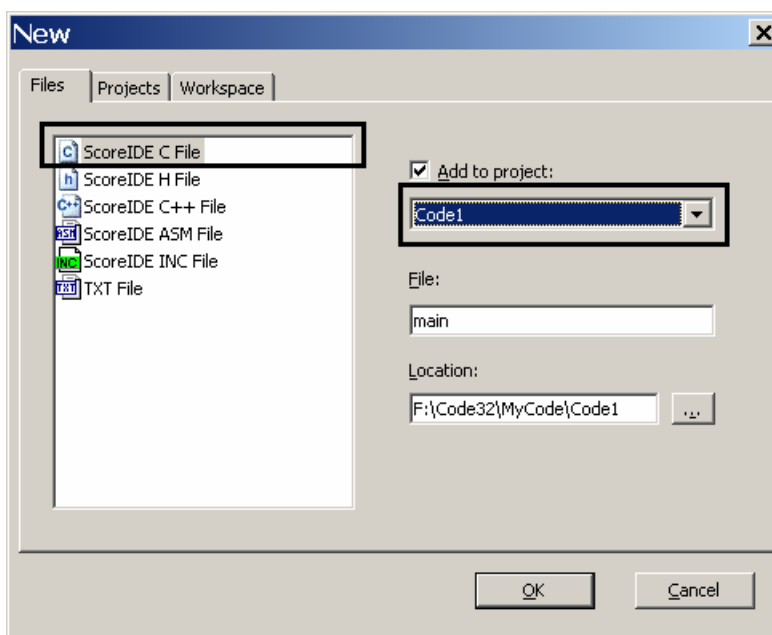

图 5.55 在 Code1 工程里建立文件 main.c
(1) 在 Code1 里新建一个 main.c 文件，如图 5.55。注意 Add to Project 选择 Code1。